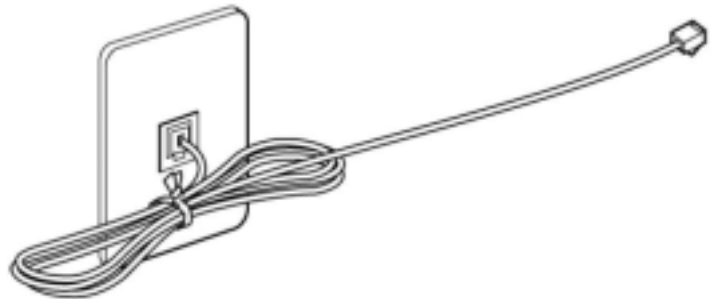

图 5-45 捆绑电话线
1. 将电话线插到墙板的插座上。如图 5-45 所示，在距离电话插头 约 20 厘米处捆绑电话线。